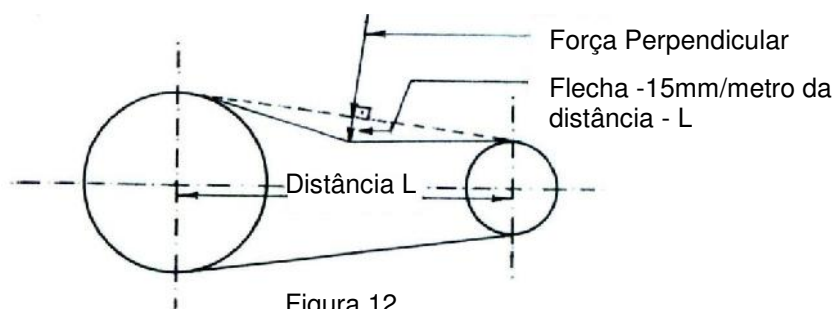

Figura 12
1. Meça a distância entre centros "L", figura 12